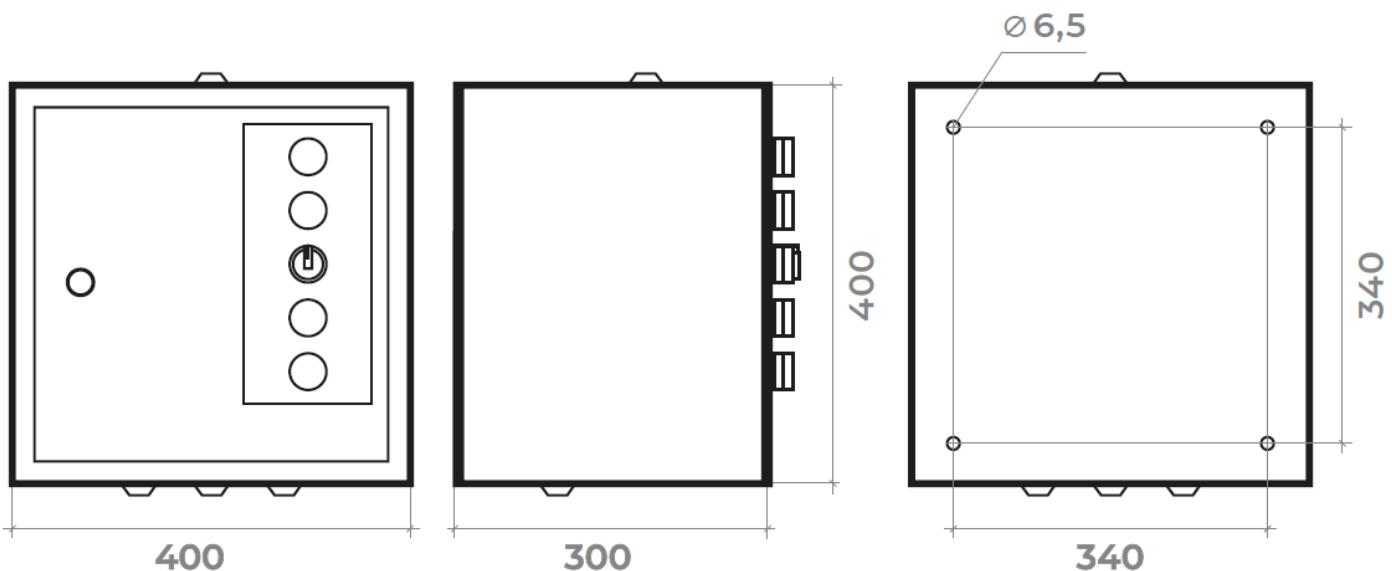

Рис.1. Габаритные и установочные размеры КУПОЛ ШУВ-ЗК.
2.1.3. ШУВ крепится на вертикальную несущую поверхность. Габаритные и установочные размеры ШУВ приведены на рис.1 и 2, схемы подключения на рис.3-6.